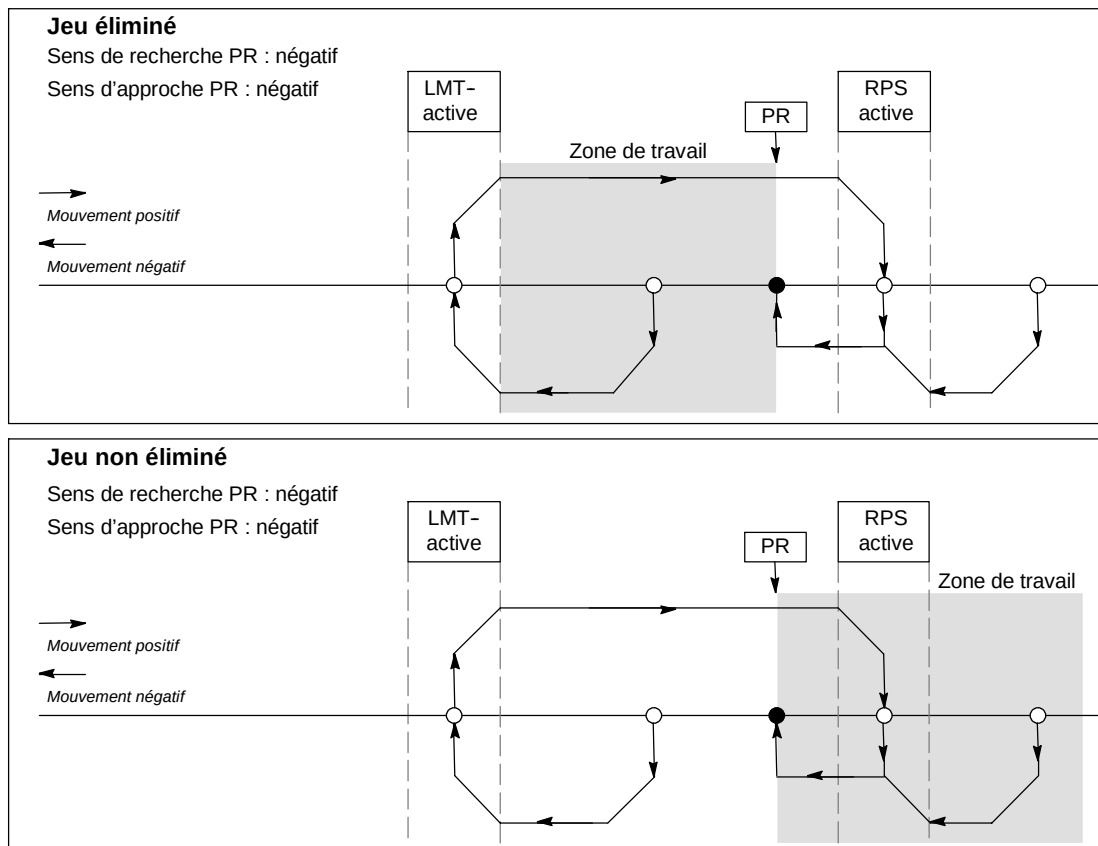

Figure 9-25 Positionnement de la zone de travail avec et sans suppression du jeu
La figure 9-25 montre la zone de travail par rapport au point de référence (PR), la zone RPS active et les commutateurs de fin de course (LMT+ et LMT-) afin d'obtenir un sens d'approche qui élimine le jeu. La deuxième partie de la figure place la zone de travail à un emplacement tel que le jeu n'est pas supprimé. La figure 9-25 montre le mode de recherche 3 du point de référence. Un positionnement similaire de la zone de travail est possible – bien qu'il ne soit pas recommandé – pour chaque séquence de recherche de chacun des autres modes de recherche du point de référence.